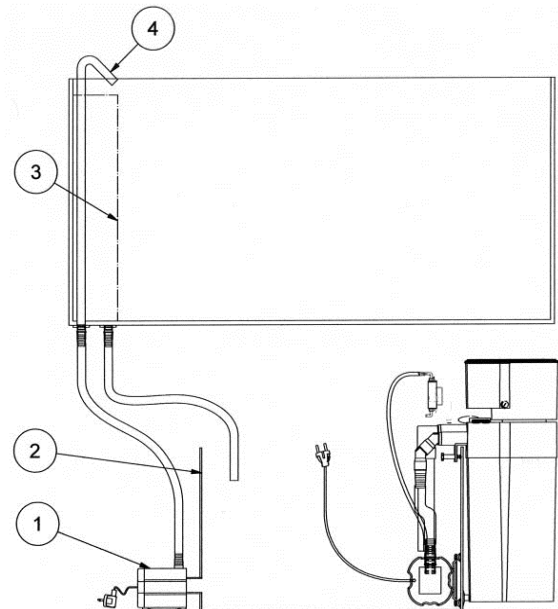

Fig. 4: Turboflotor Blue 3000, instalado junto al tanque de un filtro externo ó bajo el tanque
2. Para usarlo en la mesa con un depósito ó bajo el acuario como un sistema de filtración (fig. 4):
Instalación: dentro o junto al tanque de un sistema de filtración externo (fig. 4):
La instalación fuera del filtro del tanque está descrita y realizada en la figura de abajo (colgado a la estructura de la urna). Si el tanque del filtro no es lo suficientemente alto, el skimmer se deberá situar lo más cerca de la urna. Para el agua de retorno, pueden ser usadas las cajas de flujo de salida. Si el nivel de agua del tanque del filtro es muy bajo o el espacio disponible es pequeño, se deberán conectar dos codos de 90° a las salidas para dirigir el agua directamente a la superficie del agua del tanque. Esto evitará que salpique agua y evitará el ruido. La bomba ventury se fija dentro del tanque del filtro de tal forma que si el nivel de agua del filtro baja no pueda funcionar en seco, por ser el tubo de presión muy corto (fig. 4). Sería conveniente colocar la bomba cerca de la superficie del agua. Para prevenir el funcionamiento en seco de la bomba, recomendamos usar un relleno automático de agua (aquaneau - Niveumat) para mantener el nivel de agua del filtro siempre constante.